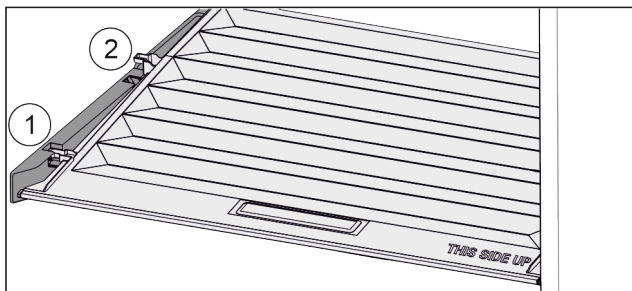

Fig. 36
- ▶ 将盖子向前拉 Fig. 36 (1) 至定位件开口。
- ▶ 从下方抬起后端并向上将其移出 Fig. 36 (2)。